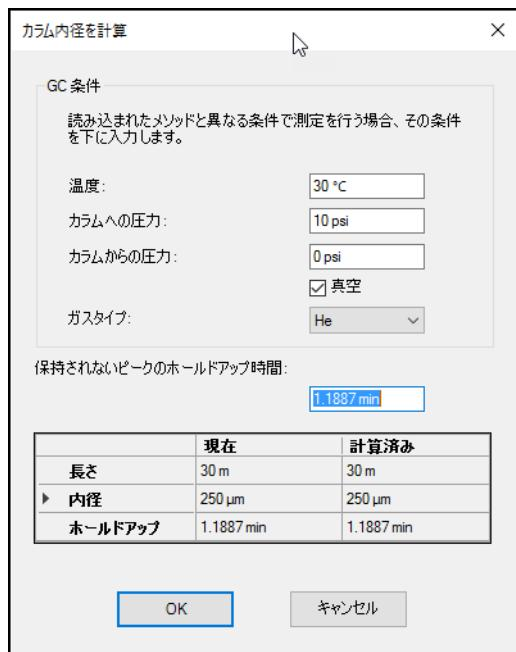

図 9 [カラム長さのキャリブレーション] ダイアログ
- 8 [保持されないピークのホールドアップ時間がわかっている場合] セクションで [長さの計算] をクリックして、[カラム長さの計算] ダイアログを表示します。(図 9 を参照してください)。